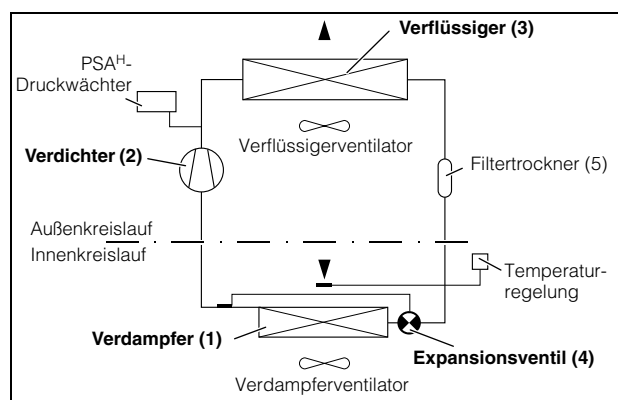

Abb. 2: Kältekreislauf
Das Kühlgerät (Kompressionskälteanlage) besteht aus den vier Hauptbestandteilen (vgl. Abb. 2): Verdampfer (1), Kältemittelverdichter (Kompressor) (2), Verflüssiger (Kondensator) (3) sowie dem Regel- bzw. Expansionsventil (4), die durch Rohrleitungen miteinander verbunden sind. Die Verbindung zwischen Innen- und Außenkreislauf wird mit flexiblen Kühlmittelleitungen und den entsprechenden Steuerleitungen hergestellt. Dieser Kreislauf ist mit einem leicht siedenden Stoff, dem Kältemittel, aufgefüllt. Das Kältemittel R134a (CH_2FCF_3) ist chlorfrei. Sein Ozon-Zerstörungs-Potenzial (OZP) beträgt 0.